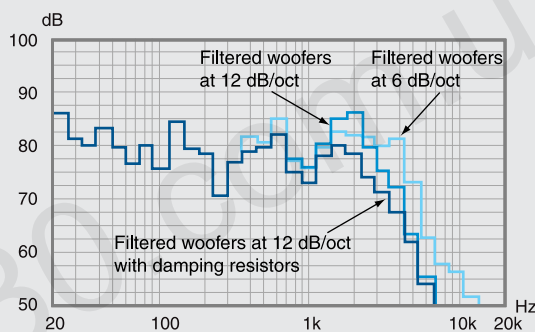

Fig. 21
**Fig. 21:** la risposta dei due woofer. Il carico offerto dall'abitacolo e le vibrazioni meccaniche raccolte dal microfono, estendono la risposta sino a 20Hz, e sono molto chiare le colorazioni introdotte dalle riflessioni dell'abitacolo e dall'interazione distruttiva tra i due componenti (il microfono infatti non è posto al centro dei due altoparlanti, e alcune frequenze risultano in perfetta opposizione di fase). La linea azzurra (altoparlanti non filtrati) mette in evidenza l'estensione in gamma media, e ancora si nota la necessità di smorzare il ginocchio della curva di attenuazione. Senza la resistenza di smorzamento si produce infatti un ripple evidente, fonte di colorazione all'ascolto.